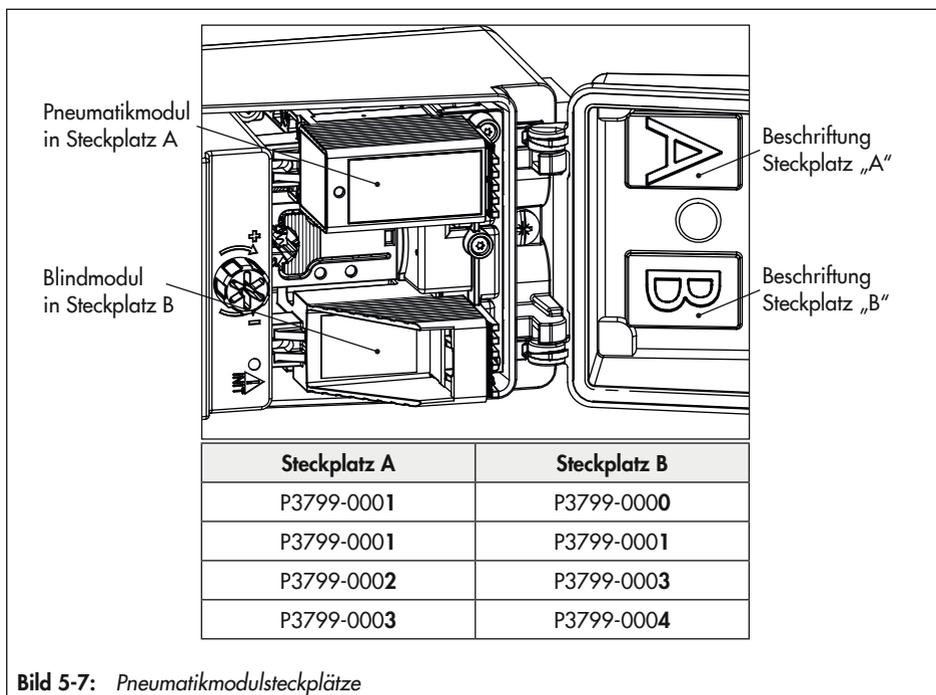

Bild 5-7: Pneumatikmodulsteckplätze
Für die Pneumatikmodule stehen im Stellungsregler zwei Steckplätze zur Verfügung, vgl. Bild 5-7.
1. Zulässige Kombinationen der Pneumatikmodule nach Bild 5-7 beachten.